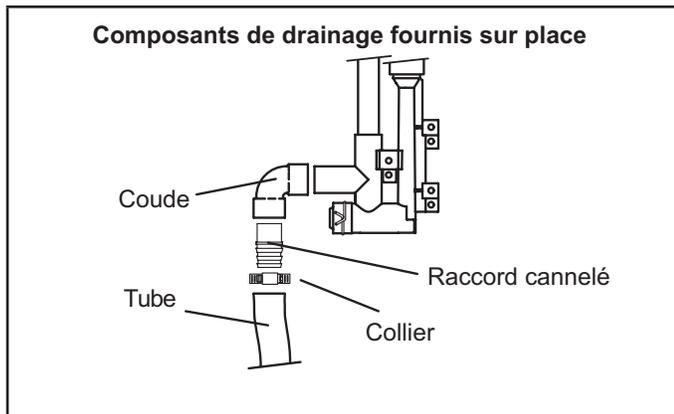
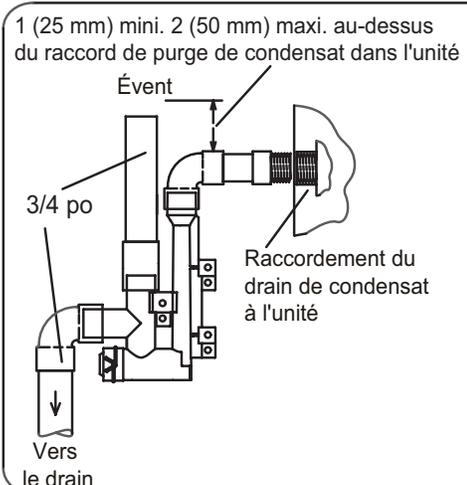

**FIGURE 39**
FIGURE 47
Cette unité est prévue pour une sortie à gauche ou à droite du tuyau de condensat en configuration ascendante. En configuration horizontale, le purgeur de condensat doit se prolonger en dessous du générateur. Prévoyez un dégagement d'entretien de 8 po pour le purgeur. Reportez-vous à la FIGURE 39 et à la FIGURE 41 pour les emplacements du purgeur de condensat. La FIGURE 47 illustre le purgeur avec un tuyau en PVC de 1/2 po ou de 3/4 po.
- 3 - Installez le bouchon sur l'ouverture de nettoyage à la base du purgeur. Fixez avec le collier. Reportez-vous à la figure 39.
- 4 - Installez le purgeur à l'aide des raccords PVC appropriés et scellez tous les joints. Collez le purgeur fourni comme illustré à la FIGURE 47. Acheminez le conduit de condensat jusqu'à un drain ouvert. La conduite de condensat doit maintenir une pente descendante de 1/4" entre l'appareil et le drain.